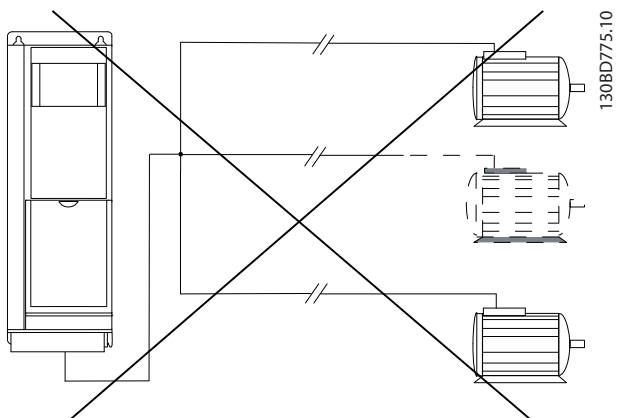

Рисунок 9.51 Подключение общим жгутом для кабелей большой длины
- Не используйте общие соединения для длинных кабелей; см. Рисунок 9.51.